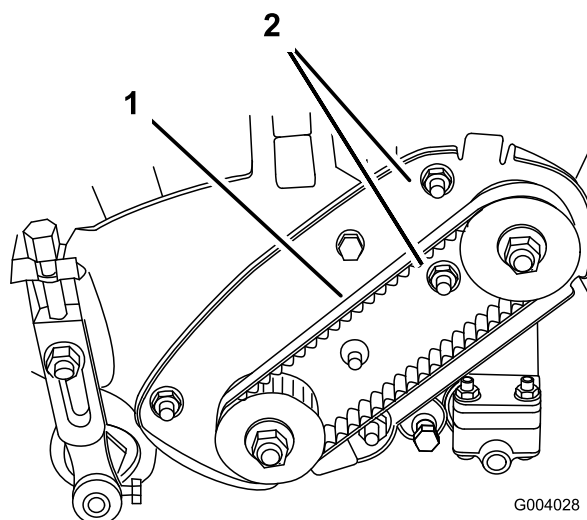

Figura 32
- A. Afloje las tuercas de montaje del alojamiento del cojinete (Figura 32)
- C. Apriete las tuercas de montaje del alojamiento del cojinete (Figura 32) No tense demasiado la correa.